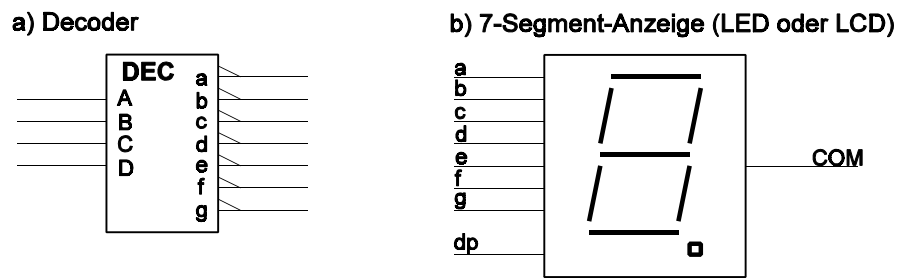

Abb. 3
4. Abbildung 3 zeigt einen 7-Segment-Decoder mit 7-Segment-Anzeige. Das Schaltsymbol der Anzeige steht sowohl für ein LED- als auch für ein LCD-Bauelement.